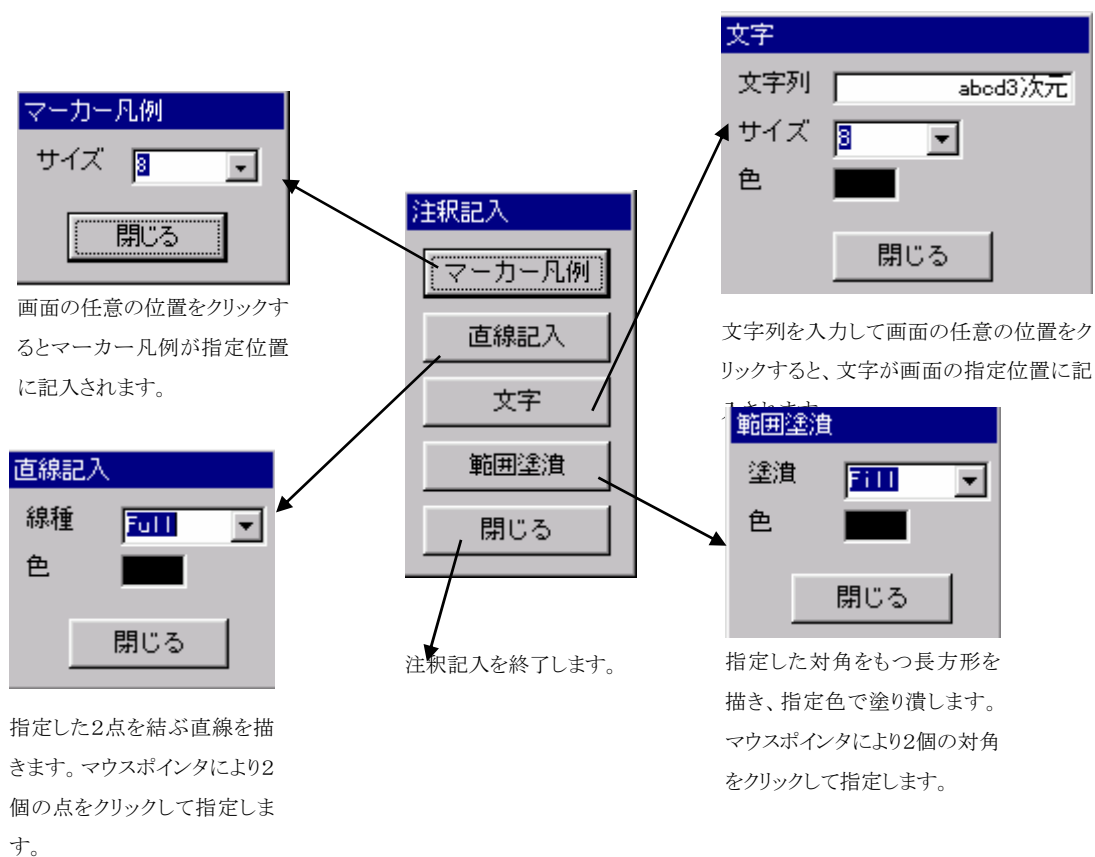

図 103 注釈記入
(6.4.2.2 項 図 103 を参照)
[注釈記入]: 注釈記入用のパネルが表示され、画面上にマーカー凡例・直線記入・文字・範囲塗潰を記入することができます。(図 103)
- [注釈記入]: クリックすると、注釈記入ウィンドウが表示されます。(6.4.2.2 項 図 103 を参照)
[注釈記入]: クリックすると、注釈記入ウィンドウが表示されます。(6.4.2.2 項 図 103 を参照)